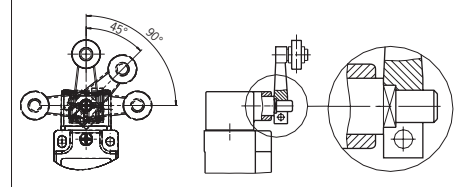

Fig. 2 : Déplacement vertical de l'actionneur
- L'actionneur (levier à galet) doit être fixé de façon permanente à l'axe interne. L'empreinte multiple de l'actionneur et celle de l'axe interne doivent s'emboîter l'une dans l'autre (voir Fig. 2).